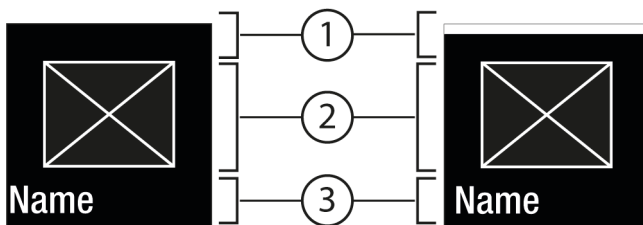
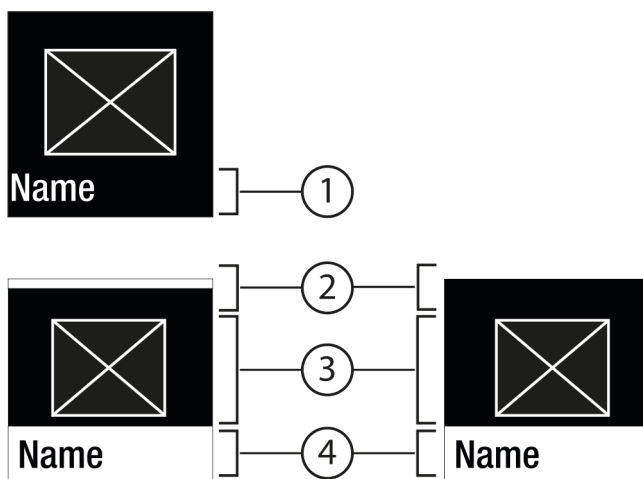

Fig. 6
Fig. 7
- Con Confirmar Fig. 5 (2) se accede al submenú Fig. 7 (4).
- Ajustar un nuevo valor: con Confirmar Fig. 5 (2) se selecciona un valor desactivado Fig. 6 (1).
- Volver al menú: con Confirmar Fig. 5 (2) se selecciona el valor ya activado Fig. 6 (2).
- ▷ Aparece el estado: activado Fig. 6 (1) brevemente en el submenú Fig. 7 (4).